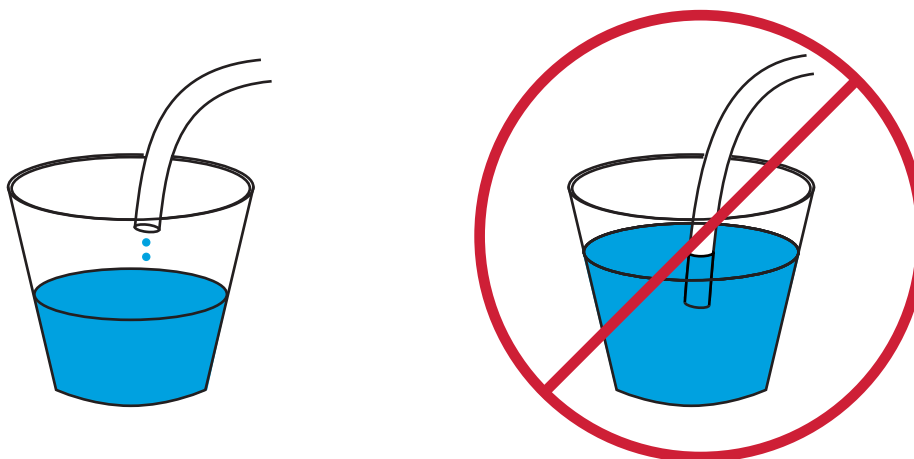

図 30. ドリップチューブを正しく吊り下げた状態（左）と間違って浸水させた状態（右）
- チューブの開口端が廃液コンテナで浸水していない（**図 30**、「ドリップチューブを正しく吊り下げた状態（左）と間違って浸水させた状態（右）」、61 ページ）。